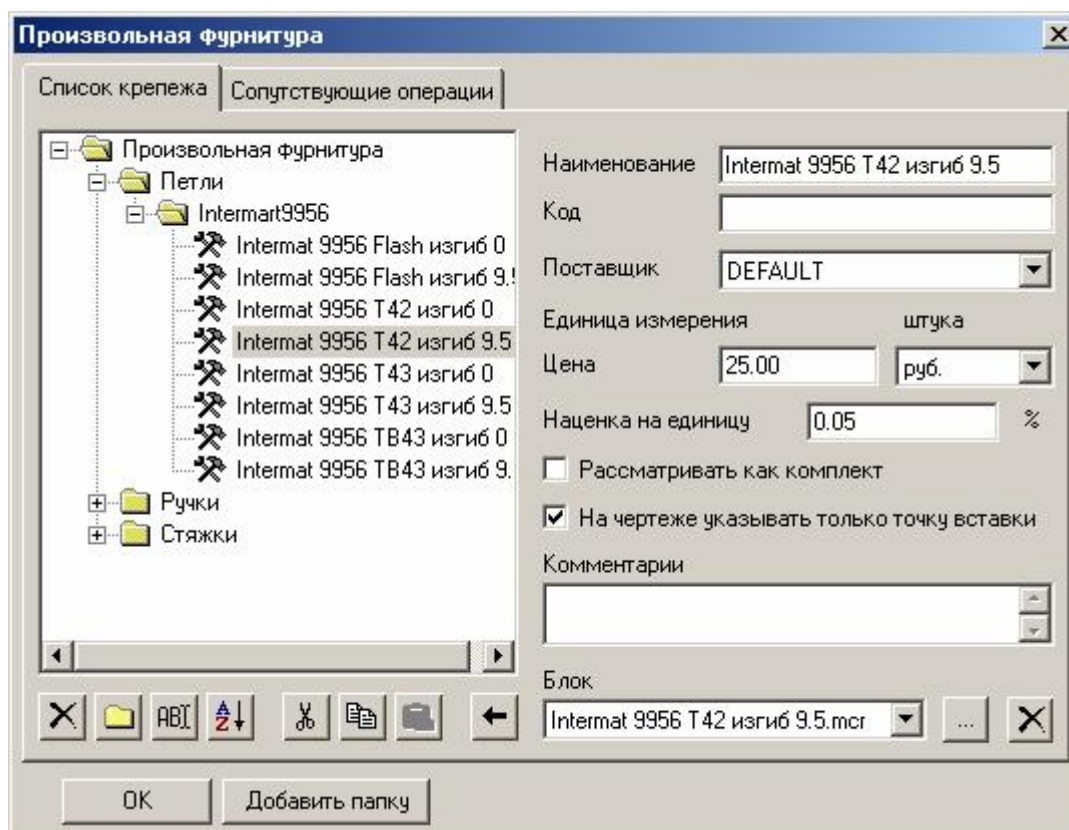

Рис. 32 Окно для задания параметров произвольного крепежного элемента
7. В открывшемся диалоговом окне *Произвольная фурнитура* (рис. 32) выбрать в списке папку, в которую нужно добавить новый крепежный элемент.